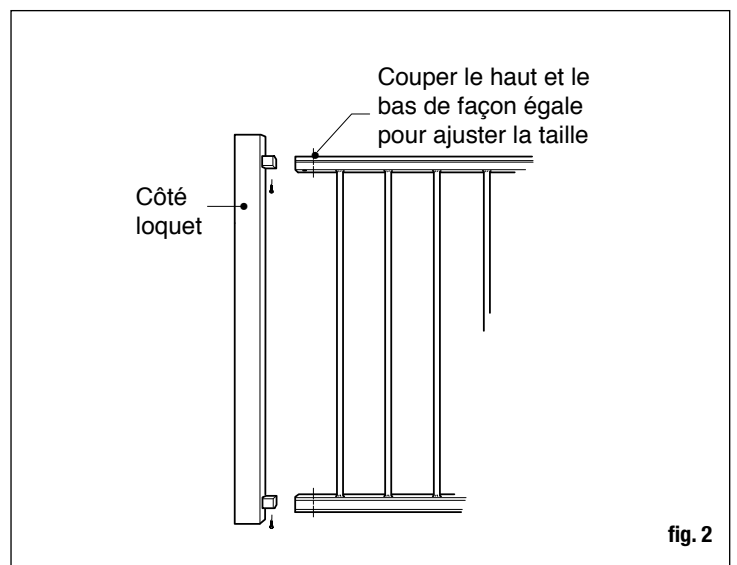

fig. 2
Mesurez le portillon pour déterminez combien il faut en couper. Posez le battant du portillon (A) à plat, sur une surface non marquante. Enlevez le poteau du loquet (B) du portillon (fig. 2).
Fixez le poteau de loquet (B) au battant du portillon (A) à l'aide de 2 vis à depuis la surface d'en bas des traverses supérieure et inférieure jusque dans l'épaisseur du poteau pour loquet (fig. 2). Faites attention à ne pas érafler le poteau avec le mandrin de perçage. On pourrait mettre le portillon sens dessus dessous pour rendre cette étape plus facile.